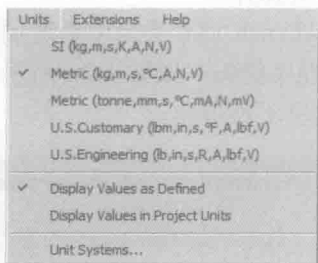
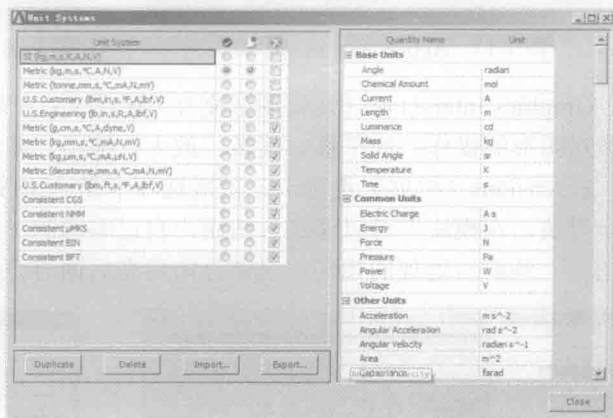

图 1-23 Units 菜单
图 1-24 Unit Systems 对话框
(5) Units (单位)菜单如图 1-23 所示。在此菜单中可以设置国际单位、米制单位、美制单位及用户自定义单位,单击 Unit Systems (单位设置系统),在弹出的如图 1-24 所示的 Unit Systems 对话框中可以指定用户喜欢的单位格式。